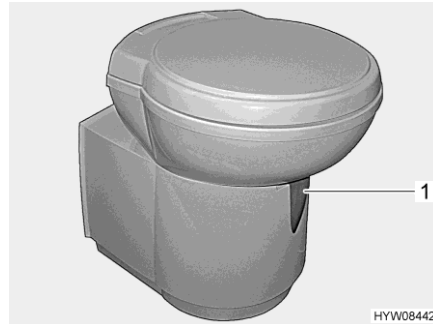

Bild 108 Thetford-Toilettenschüssel (schwenkbar)
- Vor dem Spülen den Schieber der Thetford-Toilette öffnen. Dazu den Schieberhebel (Bild 108,1) entgegen dem Uhrzeigersinn schieben.